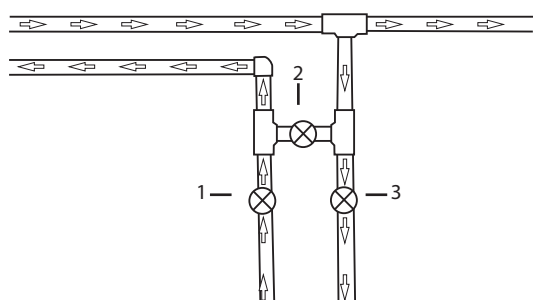

Figura 3
NOTA: È possibile utilizzarlo da solo o con un bypass manuale (Figura 3).
6. Si consiglia caldamente di installare un bypass a tre valvole utilizzando valvole a sfera manuali, come illustrato nella Figura 3.